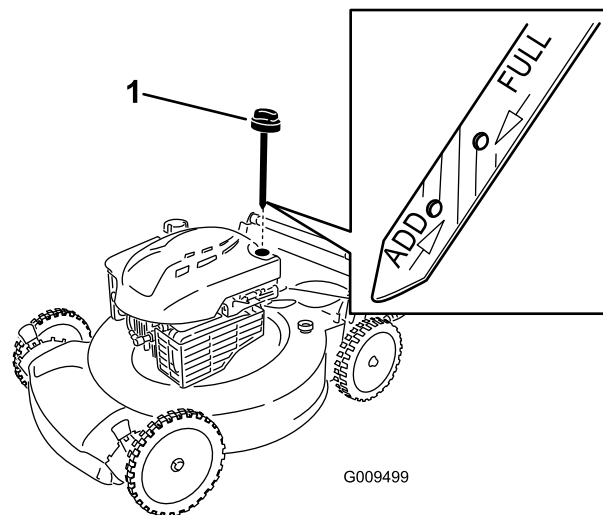

Figura 24
6. Rimuovete l'asta di livello dal tubo di riempimento dell'olio (Figura 24).